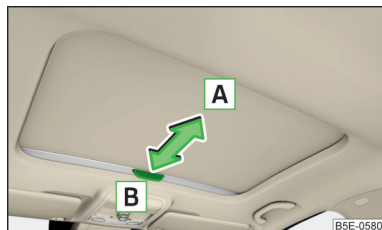

Fig. 44
- Para **abrir**, tirar la manilla en el sentido de la flecha **A** » fig. 44.